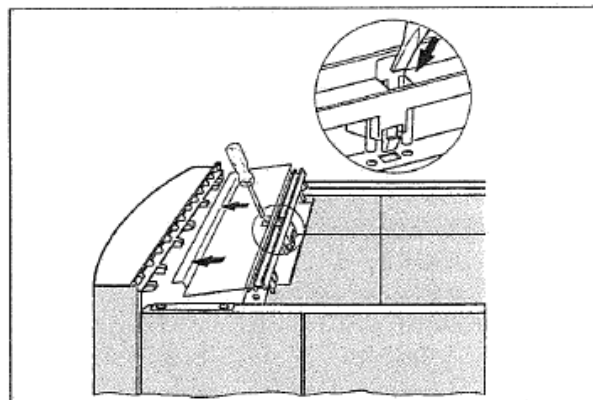

Abb. 3. Abdeckung des Schaltfeldes
- Abdeckung des Schaltfeldes entfernen (Abb. 3)